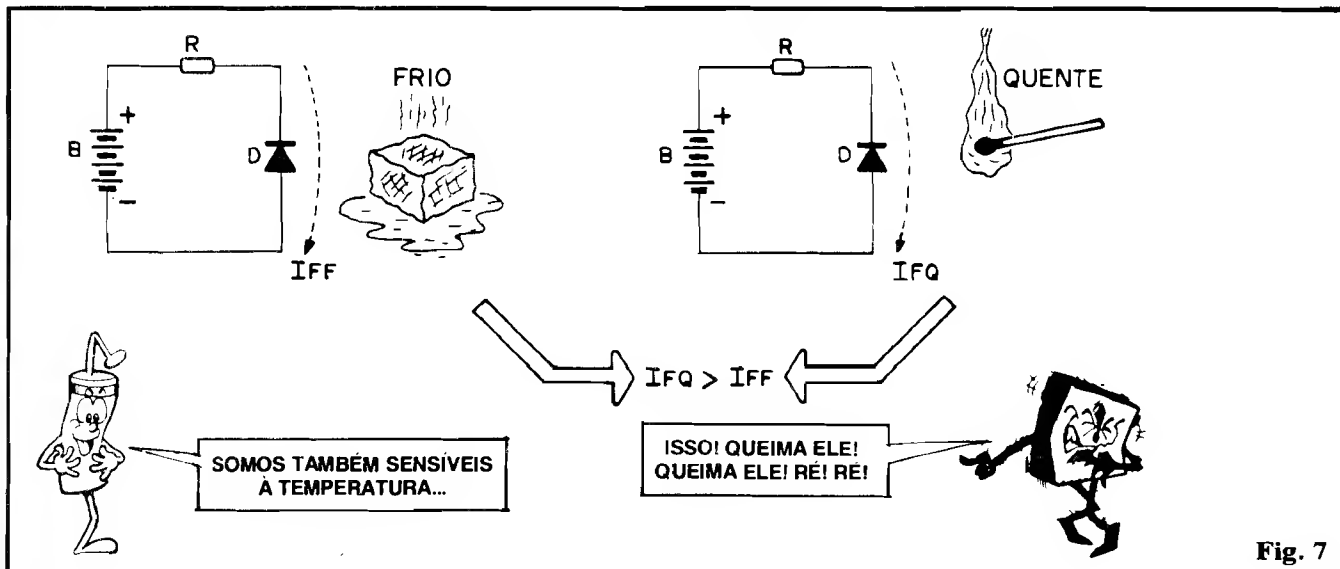

Fig. 7
- FIG. 7 - É aí que entra o negócio da "energia externamente aplicada"... Os diodos comuns, normalmente, são construídos com encapsulamentos ou corpos que não permitem a passagem da LUZ (salvo alguns antigos diodos de **germânio**, cuja "casca" era feita de... vidro...). Já, quanto ao CALOR, a "história" é outra! "Ele" tanto pode "sair" de um diodo (e efetivamente **sai**...) quando este fica aquecido, por trabalhar pró-